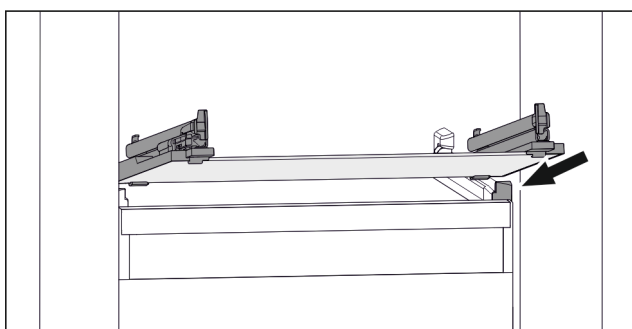

Fig. 98 Príklad zobrazenia sklenenej dosky
- ▶ Nasadte sklenenú dosku šikmo za zarážkami. (pozri *Fig. 98*)